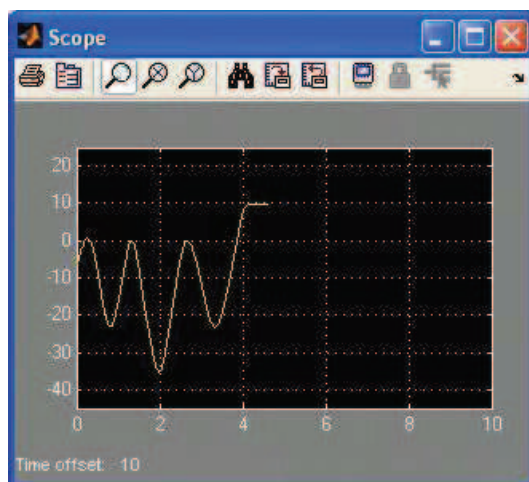

Figura 2.7: Posição do carro.
12. Mova manualmente o carro para frente e para trás ao longo do trilho e verifique a resposta no *scope*. Se o sinal estiver muito pequeno, altere o zoom do *scope*. Será observado um comportamento análogo ao visto na Figura 2.7;